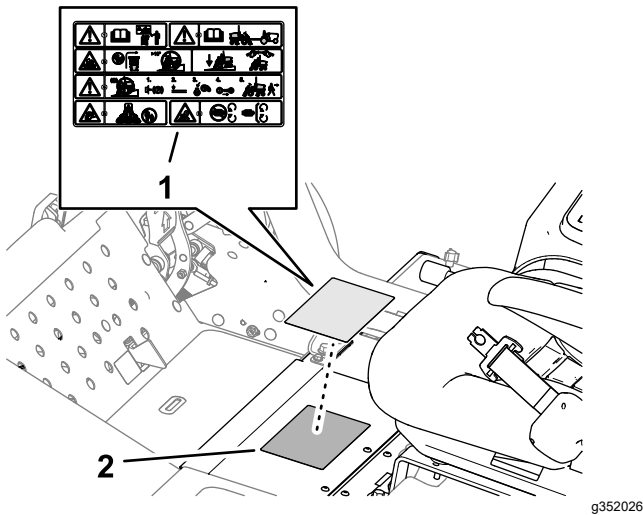

Figure 24
1. Utilisez de l'alcool pour nettoyer l'autocollant de sécurité standard, et laissez sécher le cadre (Figure 24).
2. Retirez le film protecteur et apposez l'autocollant de sécurité CE (réf. 138-1186) sur l'autocollant de sécurité standard, comme montré à la Figure 24.